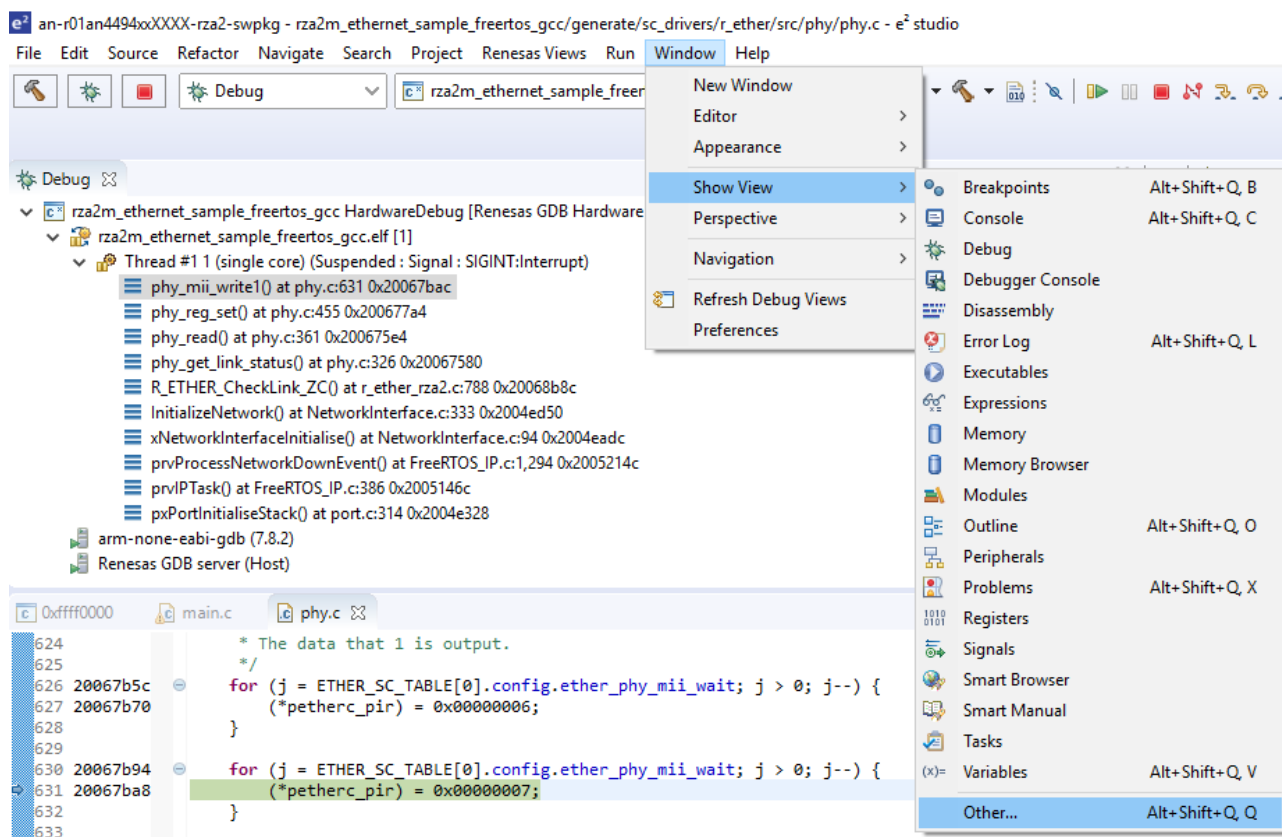

図 5-7 FreeRTOS デバッグの使用方法 4
- 4 「Window」メニューの「Show view」を選択し、「Other」を選択します(図 5-7)。